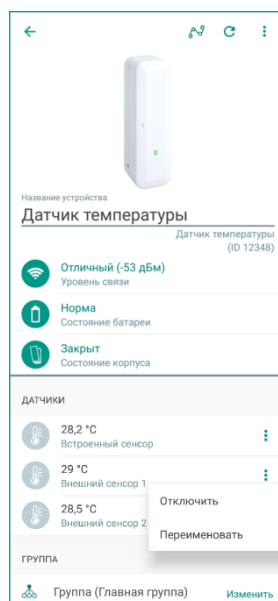

Рисунок 12.2 – Меню сенсора
- Нажмите на кнопку вызова меню, расположенную в правой части строки с названием внутреннего датчика, и выберите пункт *Переименовать* (см. рисунок 12.2).
Для отключения контроля внешнего сенсора нажмите на кнопку вызова меню, расположенную в правой части строки с названием сенсора, и выберите пункт *Отключить* (см. рисунок 12.2).